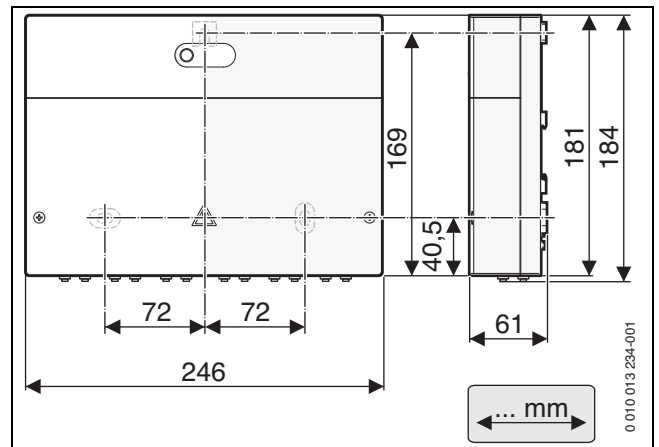
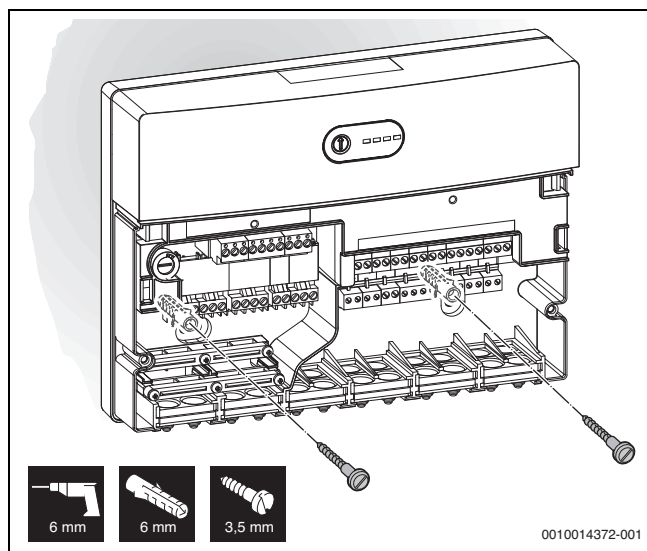
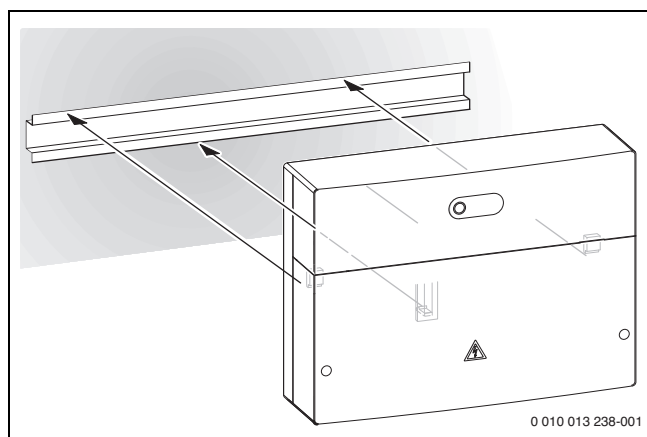

Bild 19 Abmessungen des Elektronik-Moduls
Bild 22 Elektronik-Modul an der Wand befestigen
Bild 23 Elektronik-Modul an Hutschiene befestigen
► Modul an einer Wand (→ Bild 19 – Bild 22), an einer Hutschiene (→ Bild 23) oder in einer Baugruppe installieren.